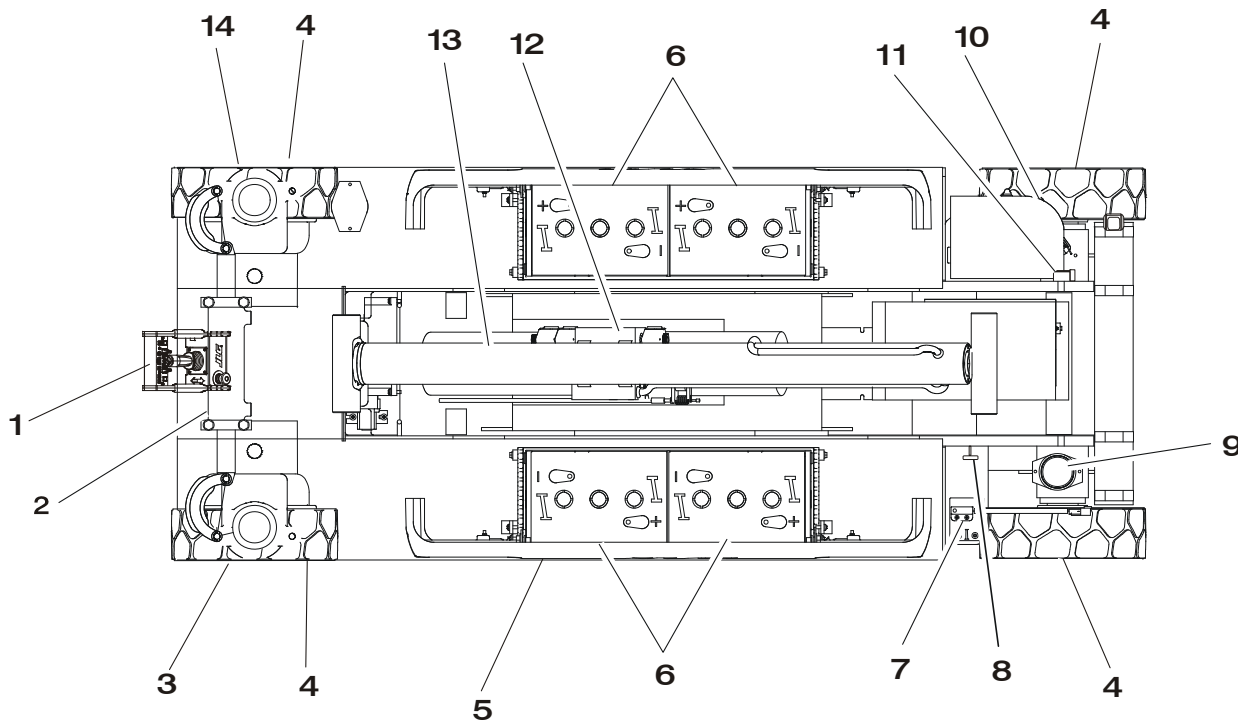

Figura 2-1. Inspeção Exterior Diária – Folha 1 de 3
5. **Inspeção exterior** – Consultar a figura 2-1.